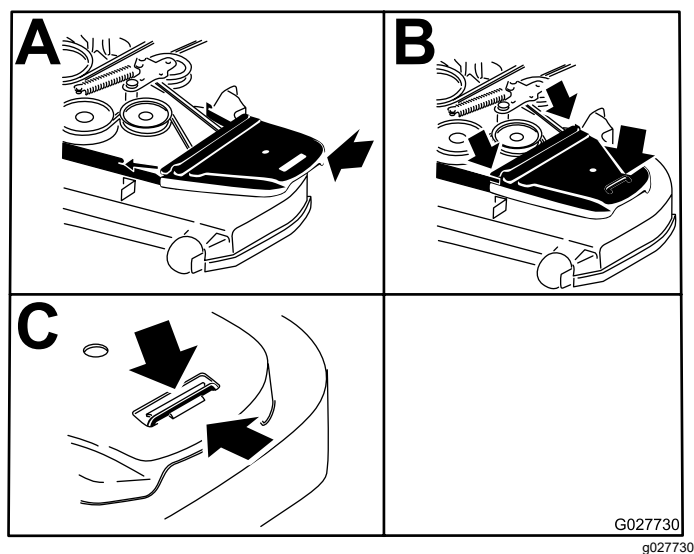

Figura 82
11. Instale las cubiertas de la correa (Figura 82).